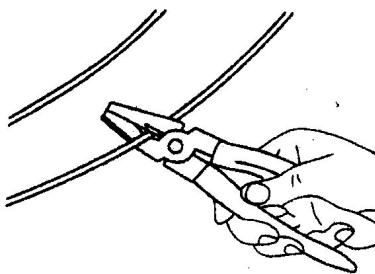

图 1-1-2 切
② 切。若一时找不到断开电源的开关，应迅速用绝缘完好的钢丝钳或断线钳剪断电线，以断开电源，如图 1-1-2 所示。